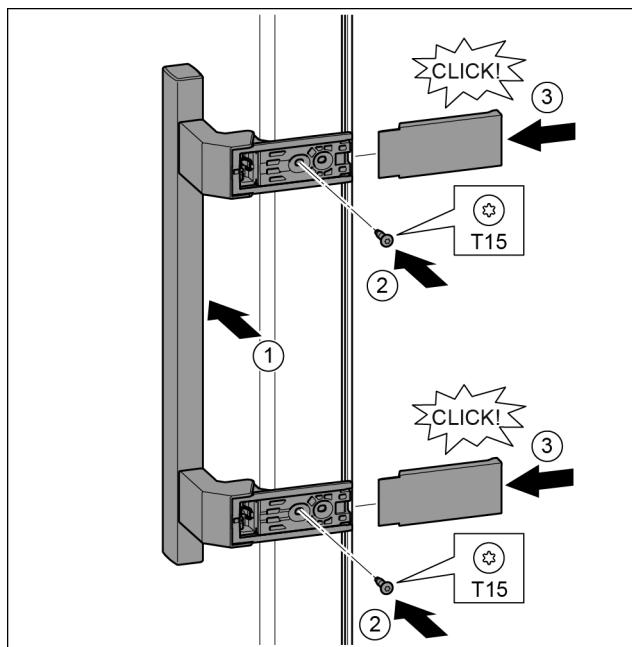

Fig. 37
- Установить ручку на противоположной стороне. *Fig. 37 (1)*
- Затянуть винты отверткой T15. *Fig. 37 (2)*
- Установить крышки сбоку и надвинуть. *Fig. 37 (3)*